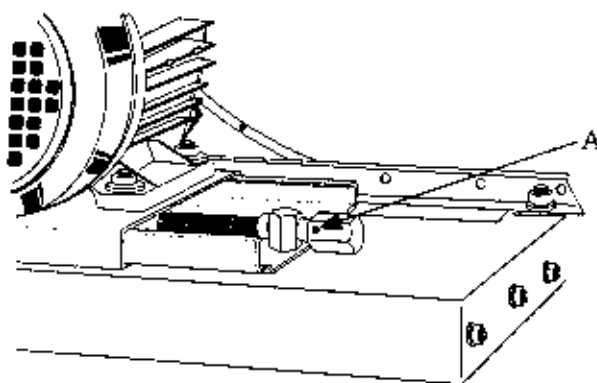

Fig. 8
- 5) se "C" risulta minore (cinghia troppo tesa) agire sulla vite "A" (vedi Fig. 8), avvicinando il motore al ventilatore, se "C" risulta maggiore (cinghia troppo lenta) agire sempre sulla vite "A" allontanando il motore dal ventilatore;